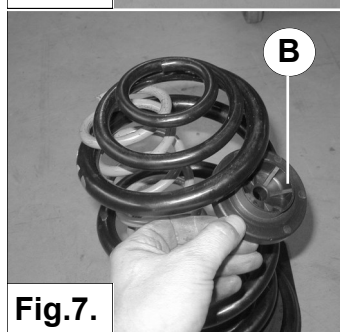

Fig.7.
7. Plaats de onderste veerschotel B onder de hulpveer. Zie fig. 7.